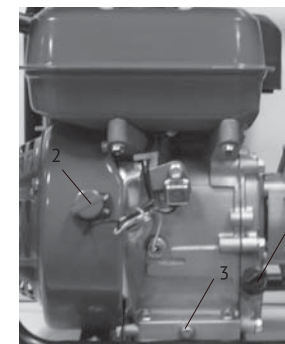

рис. 3
6.1.1 Выкрутите щуп из маслосливной горловины (рис. 1 поз.12, рис.3 поз.1) и залейте в картер масло соответствующего типа до нижнего края горловины. Для удобства эксплуатации маслосливная горловина расположена с обеих сторон двигателя. Вставьте сухой
6.4.1 Переведите выключатель зажигания (рис.3 поз.2) в положение «ON».
6.5.2 Переведите выключатель зажигания (рис.3 поз.2) в положение «OFF».